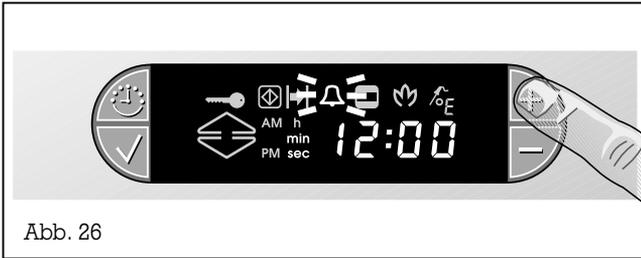

Abb. 26
- Betätigen Sie die Taste + am Display. Das Symbol Δ (Kurzzeit) blinkt (Abb. 26).